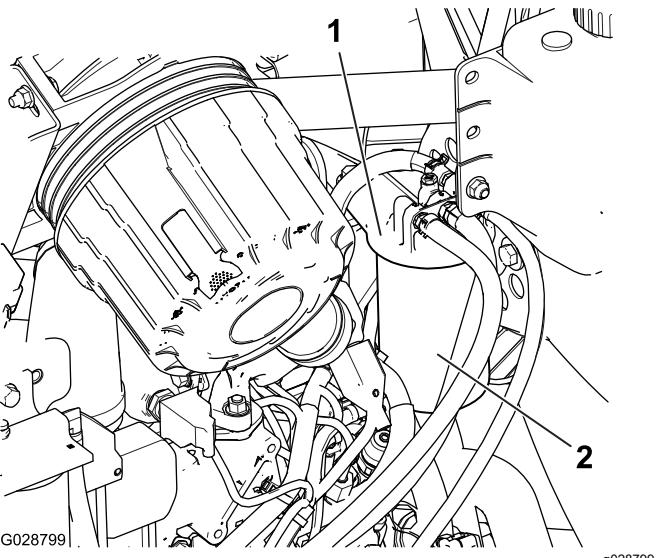

Bild 89
1. Reinigen Sie den Bereich um den Kraftstofffilterkopf (Bild 89).
2. Entfernen Sie den Filter und reinigen die Kontaktfläche (Bild 89).